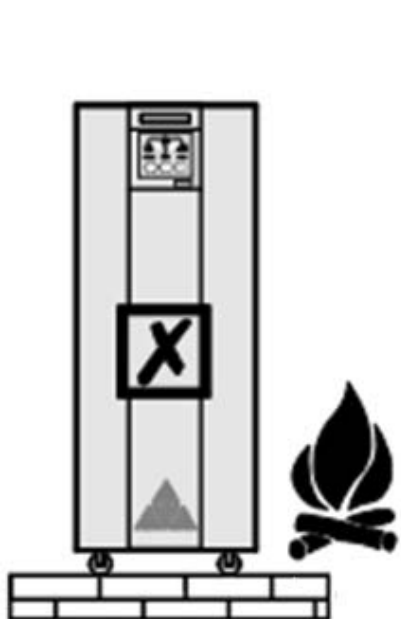

Рис. 7
4. ИБП должен быть удалён от источников огня, от других источников тепла во избежание повреждений и аварийных отключений по превышению температуры (Рис. 7).